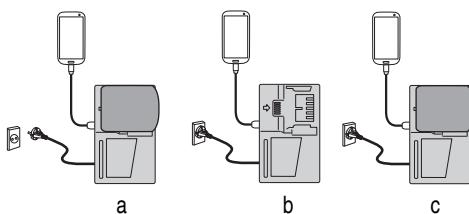

Fig. 9
- **Chargement d'un périphérique USB à l'aide d'une batterie (Fig. 9-a)**
- **Charger un dispositif USB à partir d'une prise électrique (Fig. 9-b)**
- **Charger un dispositif USB et une batterie à partir d'une prise électrique (Fig. 9-c)**